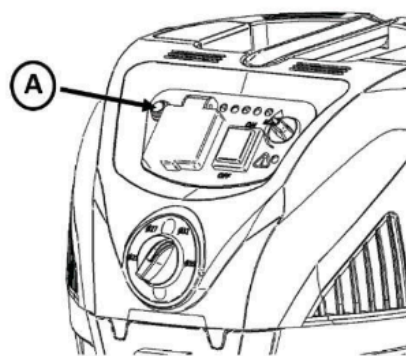

Fig. 19
A limpeza automática do filtro pode ser ligada e desligada com o interruptor (A) no painel de controlo na Fig. 19. Quando o interruptor está aceso, a limpeza automática do filtro está ativa.